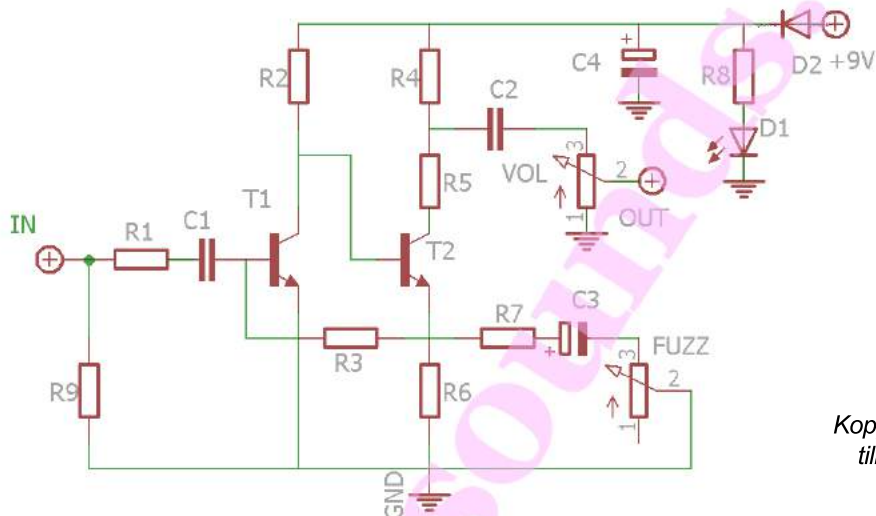

Bild 1.
6. Nu ska **Transistorerna** T1 och T2 monteras och lödas fast. Det är viktigt att de är vända åt rätt håll, se bild 1 eller kortets screentryck. De kan vara känsliga för höga temperaturer. **Undvik att överhetta dem!**